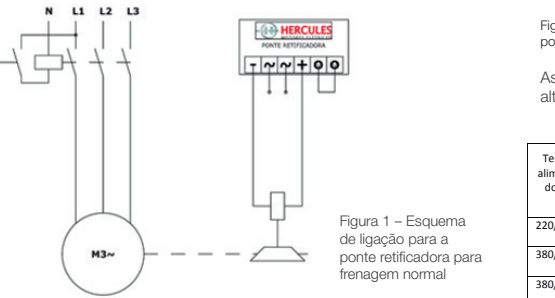

Figura 1 – Esquema de ligação para a ponte retificadora para frenagem normal
A) Frenagem normal: deste modo a alimentação da ponte retificadora pode ser feita diretamente a partir dos terminais de alimentação do motor, conforme mostrado na Figura 1.